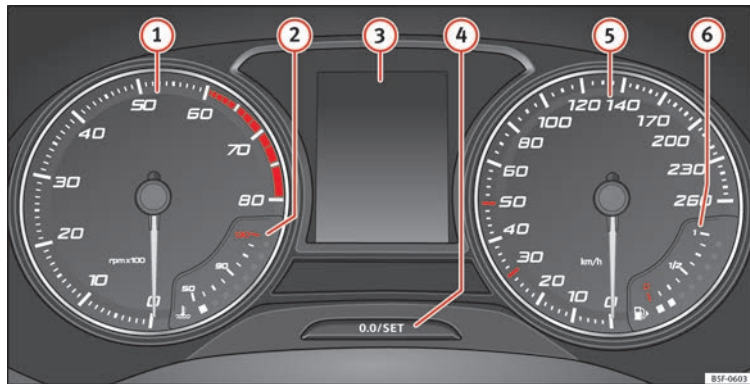

Fig. 117 Cuadro de instrumentos en el tablero de instrumentos.
» **fig. 117:**
El cuentarrevoluciones muestra el régimen de revoluciones del motor por minuto » fig. 117 ①.
① CUIDADO
La aguja del cuentarrevoluciones ① » fig. 117 sólo deberá alcanzar la zona roja durante un breve período de tiempo, de lo contrario corre el peligro de sufrir daños en el motor.
Al conectar el encendido, en la pantalla del cuadro de instrumentos » fig. 117 ③ puede visualizarse información diversa, en función del equipamiento del vehículo:
- Pulse brevemente el botón **» fig. 117 ④** para restablecer el cuentakilómetros parcial a 0.
- Mantenga pulsado el botón **④** durante unos 3 segundos y se visualizará el valor anterior.
- Para ajustar la hora, mantenga pulsado el botón **» fig. 117 ④** durante más de 3 segundos para seleccionar el indicador de horas o bien de minutos.
- Para proseguir el ajuste, pulse la parte superior o inferior del botón **④**. Para que los números se sucedan con rapidez, mantenga la tecla pulsada.
- Pulse nuevamente el botón **④** para finalizar el ajuste de la hora.
Mantenga pulsado el botón **» fig. 117 ④** durante más de 15 segundos para visualizar las letras distintivas del motor (MKB) del vehículo. Para ello, el encendido debe estar conectado y el motor apagado.
El indicador para la temperatura del líquido refrigerante **②** **» fig. 117** funciona sólo con el encendido conectado. Para evitar averías en el motor, tenga en cuenta las siguientes